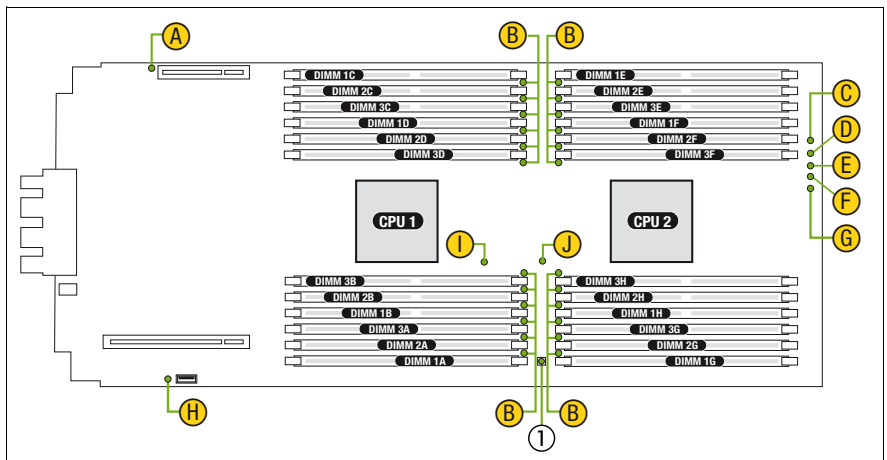

図 6: オンボード表示ランプと CSS ボタン
**i** LED C ~ G (45 ページ の図 6 を参照) は前面から見えます。その他の LED は、サーバブレードのカバーを取り外さないと確認できません。メモリ LED (B) を使用するには、エアカバーを取り外す必要があります (158 ページ の「メモリのエアカバーの取り扱い」の項を参照)。